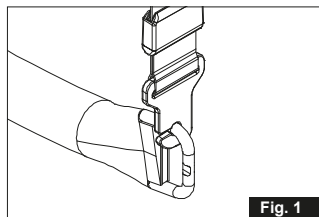

Fig. 1
1. Installer GH3 tilkoblingsbøyle. Heng løftestroppens krok i øyet på GH3-løftebjelken, én på hver side. (Fig. 1 og 2)